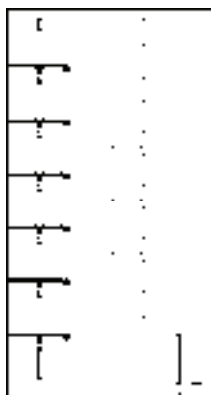

图 14-170 删除线段
17) 调用“删除”命令, 删除线段如图 14-170 所示。